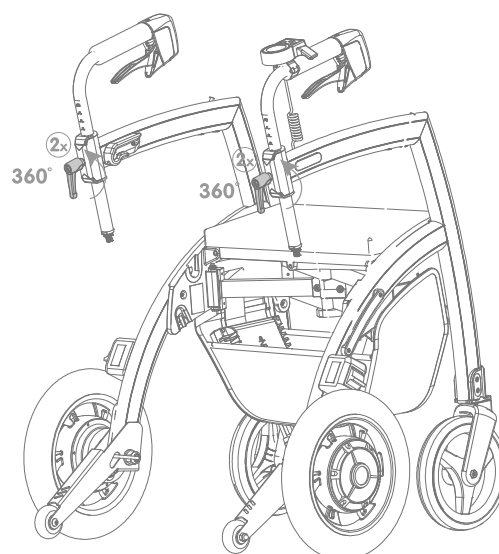
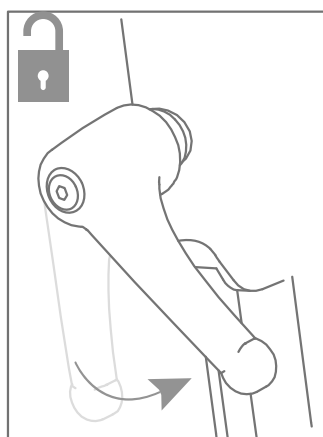

Figure 19: Desserrez les poignées de réglages.
Figure 20: Tournez dans le sens inverse des aiguilles d'une montre.
- b.** Desserrez les poignées de réglage dans le sens inverse des aiguilles d'une montre (**Figure 19**) et (**Figure 20**).